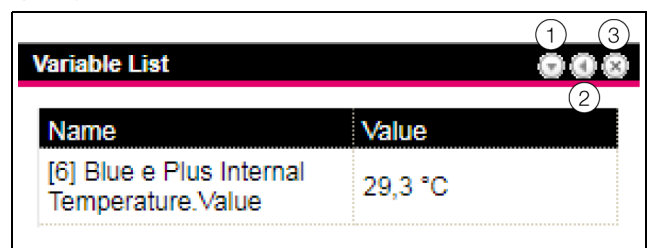

Fig. 41 : symboles dans les représentations
- Dans le titre d'une représentation du type « Variable List », cliquer sur le symbole pour l'adaptation d'une liste avec des variables (fig. 41, pos. 2).